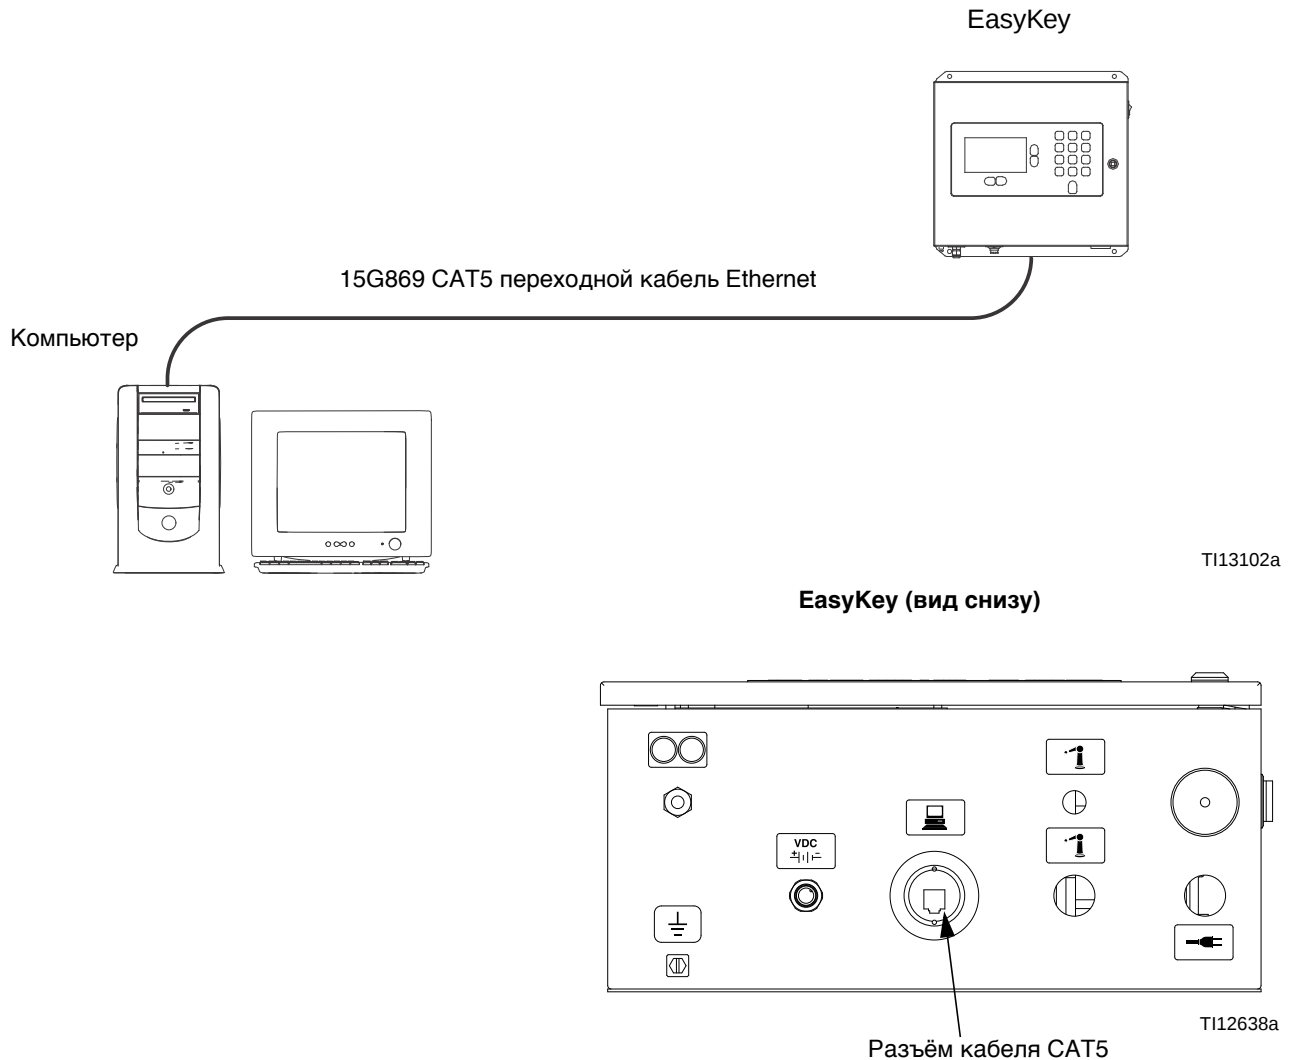

Рис. 7. Подключение основного веб-интерфейса ProMix 2KS/3KS
2. После установки прикладного интерфейса ProMix подключите компьютер к EasyKey напрямую с помощью кроссоверного кабеля 15G869 CAT5 Ethernet, входящего в комплект EasyKey. См. **Рис. 7**.
От главного экрана BWI (см. **Рис. 7**) оператор, может выбрать Установку, Программное обеспечение/Сбросы, или Отчеты.